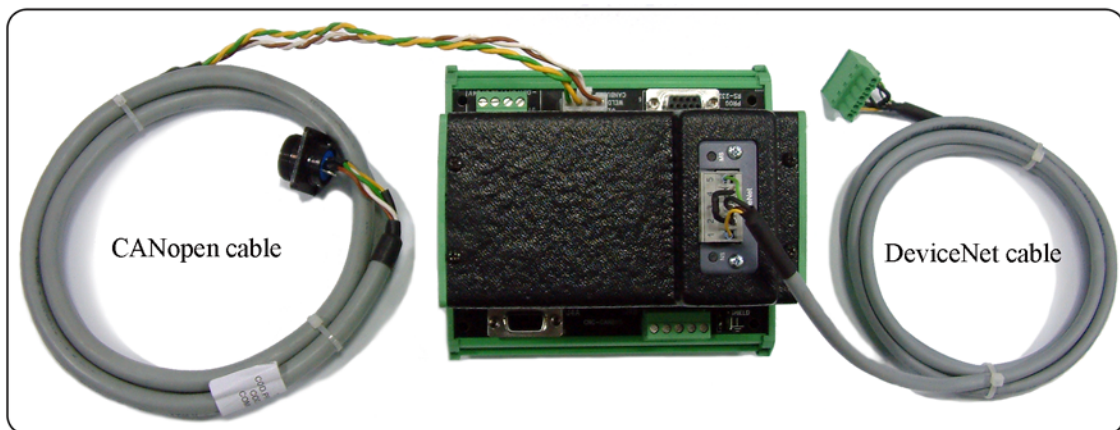

fig. 3
3.1 Art. 107.02 composition (fig. 3).